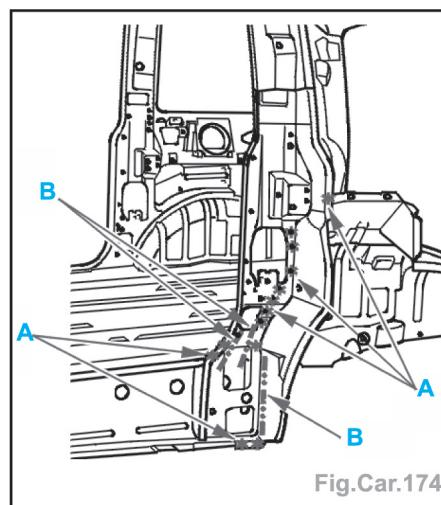

Fig.Car.174
- Dépointer par fraisage des points (suivant A) et meuler les cordons (suivant B) (Fig.Car.174).